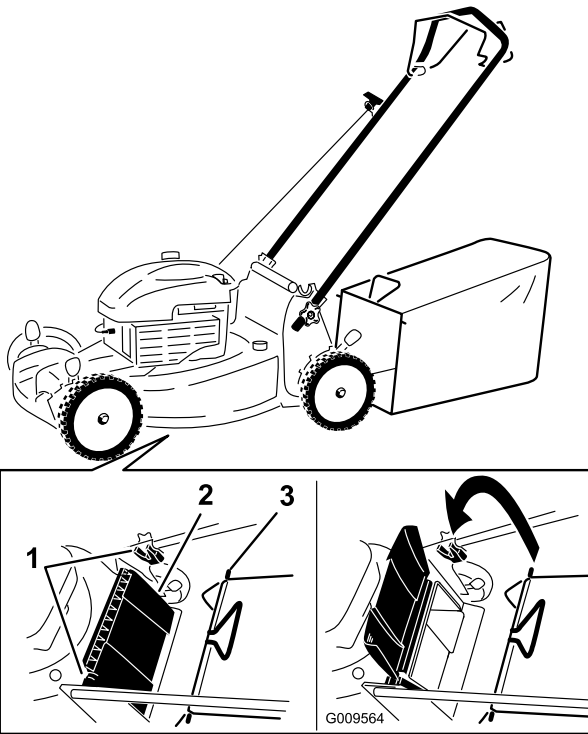

Bild 14
1. Heben Sie das hintere Ablenklech an und halten Sie es hoch (Bild 14).
2. Setzen Sie den Grasfangkorb ein, stellen Sie sicher, dass die Stifte am Fangkorb in den Kerben am Griff sind (Bild 14).